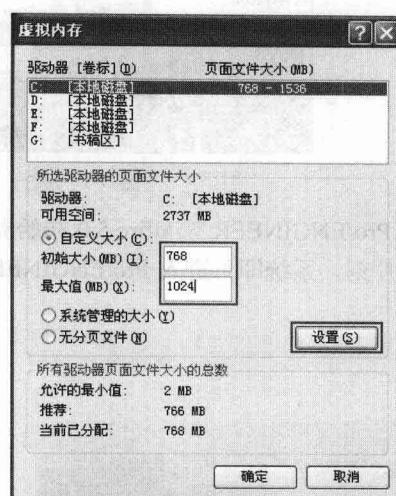

图 2-2 “虚拟内存”对话框
- 02 在“虚拟内存”选项组中单击“更改”按钮，弹出“虚拟内存”对话框，单击“设置”按钮，在“初始大小”文本框中输入 768，并在“最大值”文本框中输入 1024，如图 2-2 所示。